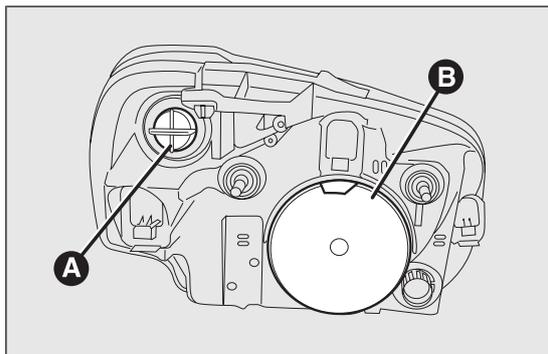
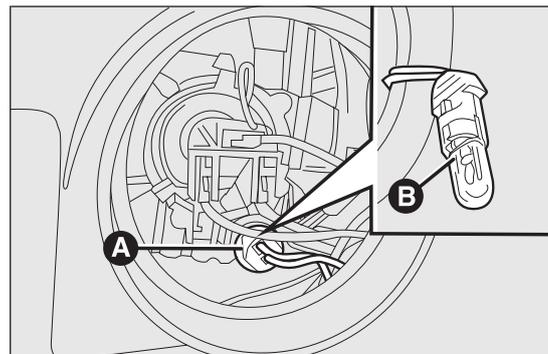

fig. 143
fig. 144
I gruppi ottici anteriori fig. 143 contengono le lampade delle luci di posizione, anabbaglianti, abbaglianti e direzione.
- rimuovere il coperchio di protezione A fig. 143;
- rimontare la nuova lampada, inserire nuovamente il portalampada A fig. 144 quindi rimontare correttamente il coperchio di protezione A fig. 143.
- riagganciare la molletta fermalampada e rimontare correttamente il coperchio di protezione A fig. 143.
- ruotare in senso antiorario il coperchio di protezione B fig. 143;